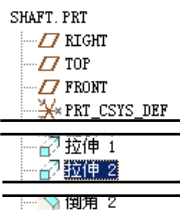
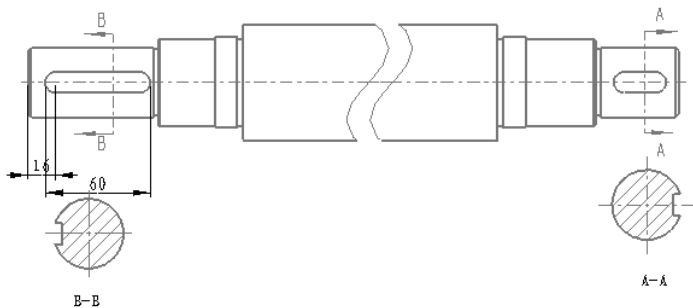

图 5.8.3 模型树
图 5.8.4 显示特征“拉伸 2”的尺寸
(2) 单击 按钮，显示基准轴。
(3) 单击对话框顶部的 按钮。
(4) 在图 5.8.3 所示的模型树中选取特征 ，在工程图中显示特征 的尺寸，然后在绘图区选中 16 和 60 两个尺寸，如图 5.8.4 所示。